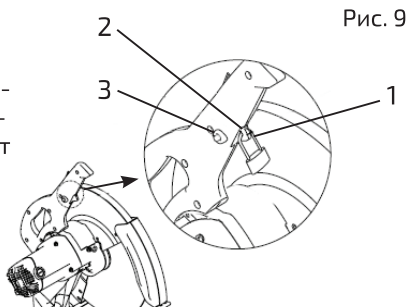

Рис. 9
Курковый выключатель питания (1) расположен на рукоятке (рис. 9).
1. Для включения следует нажать на курковый выключатель (1).
2. Для выключения курковый выключатель (1) следует отпустить.
**Внимание!** Выключатель должен быть заблокирован от возможного включения посторонними лицами. Для этого нужно вставить навесной замок или цепочку с навесным замком в отверстие (2) в курковом выключателе (1). Это заблокирует выключатель и не позволит посторонним лицам запустить пилу.
1. Для включения функции фиксации следует нажать на курковый выключатель (1) и одновременно нажать на кнопку фиксации включения (3), которая расположена сбоку на рукоятке (рис. 9). После отпускания курка инструмент продолжит работать непрерывно.
2. Чтобы отключить эту функцию, следует снова нажать на курковый выключатель (1) и отпустить его.